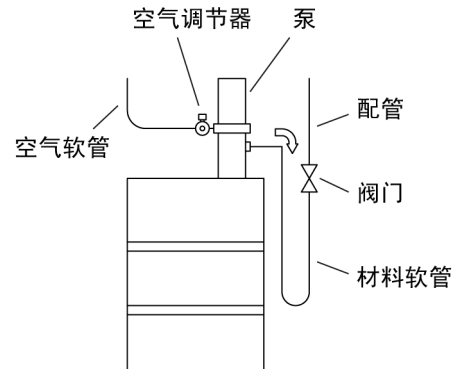

Fig. 4
- 2) 在软管的端部和配管之间安装一个阀门。(Fig. 4)